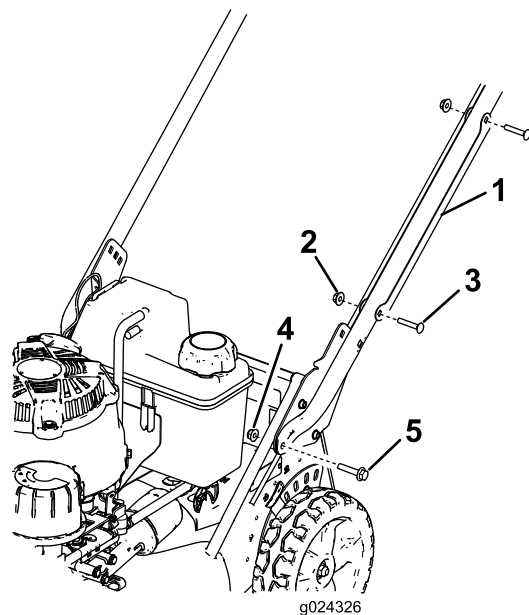

图3
- 卸下将拉线防护罩固定到手柄上的 2 个托架螺栓和 2 个锁紧螺母从手柄上卸下拉线防护罩图3。
- 如图3所示用 2 个六角头凸缘螺栓5/16 x 1-1/2 英寸和 2 个凸缘螺母5/16 英寸将手柄端部安装到剪草机壳体上。
7. 将内部带有拉线的防护罩放到手柄上用之前卸下的2个托架螺栓和2个锁紧螺母将其固定到手柄上图3。